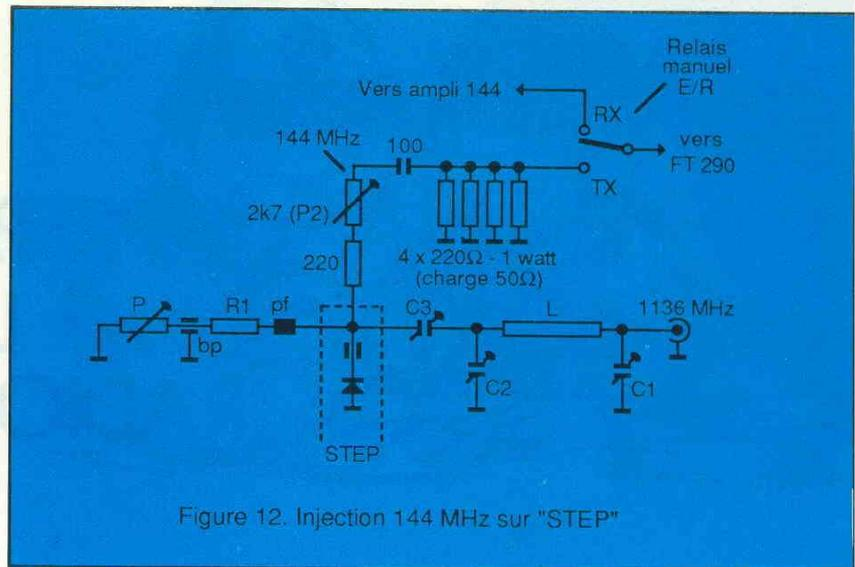

Figure 12. Injection 144 MHz sur "STEP"
b) Mélanger directement 20 à 50 mW de 144 sur la diode Step 10224 (figure 12). C'est le plus simple, la puissance de sortie est d'environ 2 mW HF. En émission, le FT 290 est chargé directement sur une charge de 50 ohms à faible puissance ; un potentiomètre dose le 144 MHz vers la Step. Cette injection du 144 MHz est faite progressivement pour un maxi de HF 10368 avec, ensuite, saturation de la Step mélangeuse et diminution progressive du signal de sortie.